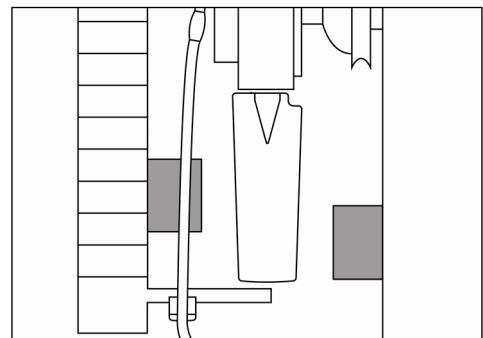

Fig. 35
- 30) Zorg ervoor dat de bladen in de dwarsstand niet tegen voorwerpen voor of achter de ventilator botsen (minimale tussenruimte 5 mm (0,196") / zie Fig. 35).